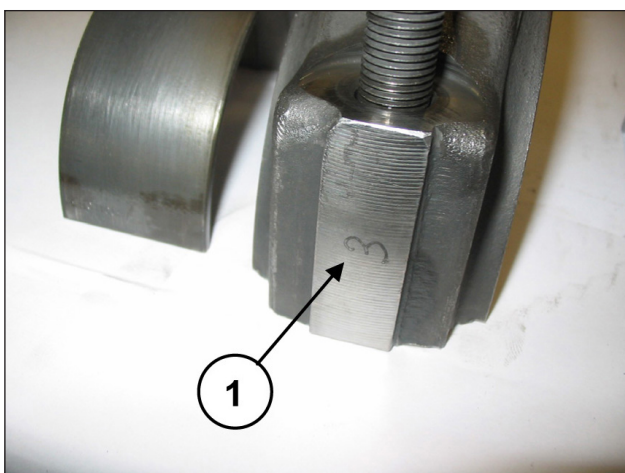

Fig. 18
Per evitare possibili errori cappelli e semibielle sono stati numerati su un lato (pos. ①, Fig. 18).